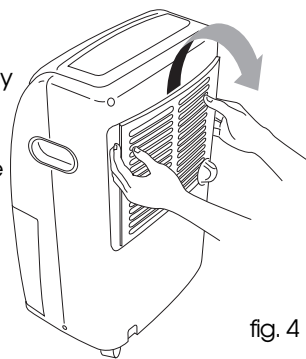

fig. 4
- Para quitar el filtro del aire, quite la rejilla tirando de ella (fig. 4).